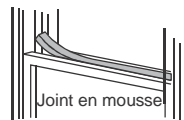

Fig 11
5. Couper le joint en mousse à une longueur appropriée et sceller l'espace ouvert entre le châssis de la fenêtre supérieure et le châssis de la fenêtre extérieure. Fig.11.